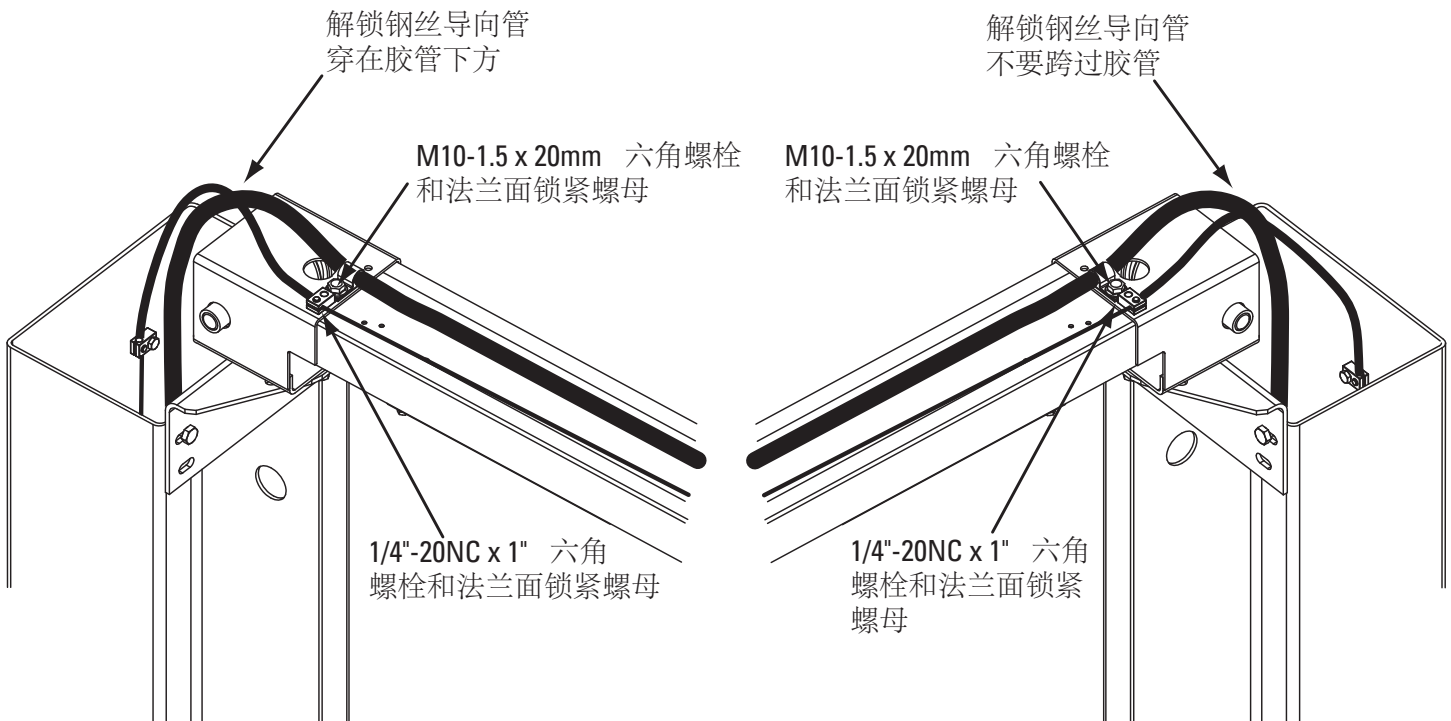

Fig. 18a
注意: 从动侧胶管从横梁装配上方通过, 用胶管夹固定。 Fig. 14 & Fig. 18a & Fig. 18b。
- C) 将解锁钢丝绳端架如图所示安装到横梁上， Fig. 18a & Fig. 18b。始终使用进车方向的孔安装钢丝绳端架，六角螺栓装在应该在靠近横梁中间的小孔内， Fig. 18b。
- D) 将钢丝绳向上拉，从导向管中穿过 Fig. 18a & Fig. 20。
- IMPORTANT** 用随机附带的扎带将导向管及胶管在立柱顶部固定好，确保油缸伸出后不会干涉， Fig. 14 & Fig. 18a。
见 Fig. 18a & 18a。